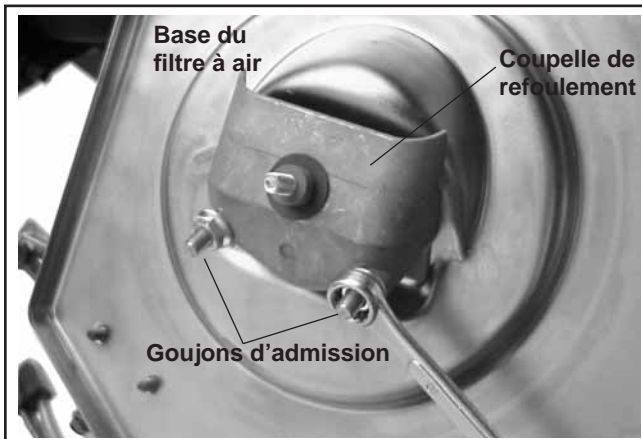

Figure 9-6. Dépose de la coupelle de retour et de la base du filtre à air.
3. Retirer les écrous hexagonaux à brides des goujons de montage et enlever le support de fixation du filtre à air, la coupelle de retour ou la plaque collectrice et le joint, le cas échéant. Voir la figure 9-6.